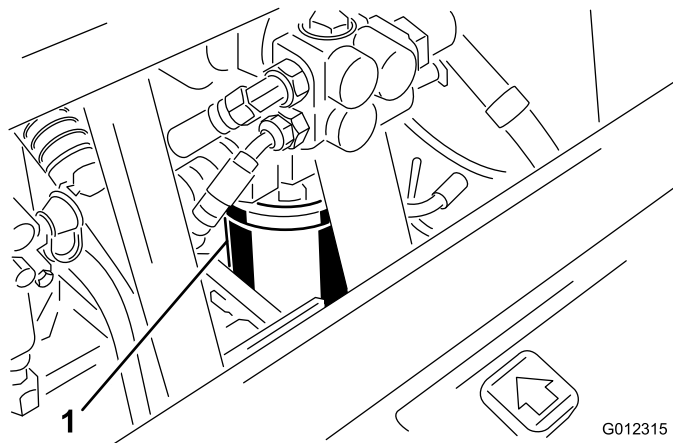

Figure 44
2. Nettoyez la zone autour de la surface de montage du filtre (Figure 44). Placez un bac de vidange sous le filtre et enlevez le filtre.